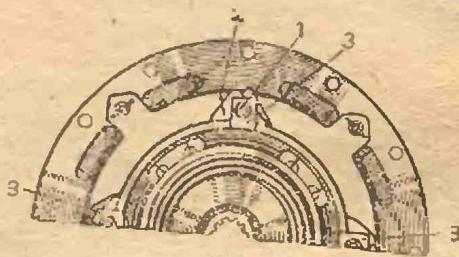

Рис. 12. Регулировка сцепления:
2. Сними крышку люка картера сцепления и отверни четыре регулировочные гайки  $\Gamma$  (рис. 12) на пять полных оборотов каждую.